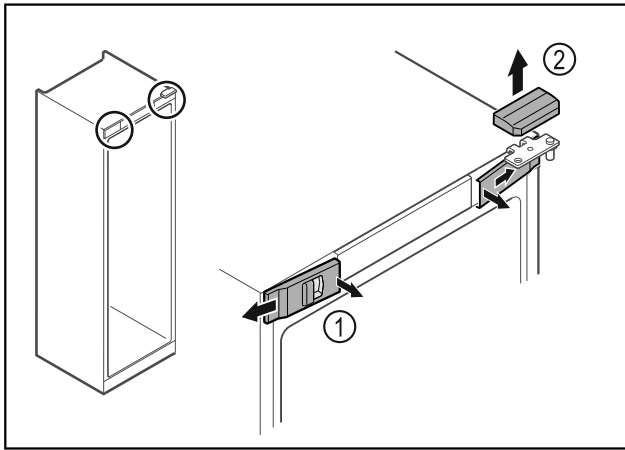

Fig. 12
- ▶ Paina etummaisheet suojukset Fig. 12 (1) sisäpuolelta irti ja ota ne sivukautta pois.
- ▶ Ota ylempi suojus Fig. 12 (2) yläkautta pois.